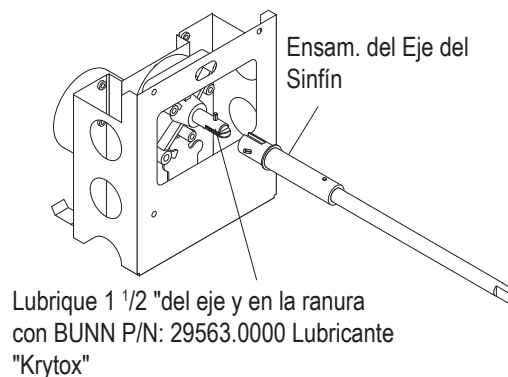

Figura 3
- Coloque una pequeña cantidad de lubricante "Krytox" (provisto en el kit en una tapa plástica) en el extremo del eje del motor (aproximadamente 1 1/2") y una película fina en la ranura. Instale el ensamblaje del eje del sinfín en el eje del motor. Ver figura 3. No use demasiado lubricante "Krytox". Este es el único lugar donde se utiliza lubricante "Krytox".
- Arme el ensamblaje del motor/eje como se muestra en la Figura 3, luego instale el ensamblaje en el tambor de enfriamiento. Asegúrese de que los pines no golpeen la tarjeta del sensor y que el sello del tambor de enfriamiento no se zafe cuando pase el eje a través.